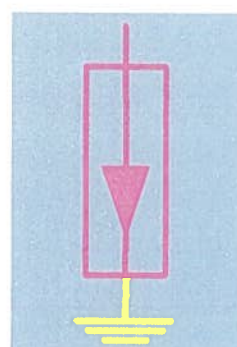

Fig. 7.119
4. Dacă elementul la care este racordat descărcătorul cu rezistență variabilă este într-o stare „**necunoscută/nedefinită**”, DRV-ul va fi reprezentat cu culoarea magenta indiferent de nivelul de tensiune. Fig. 7.119